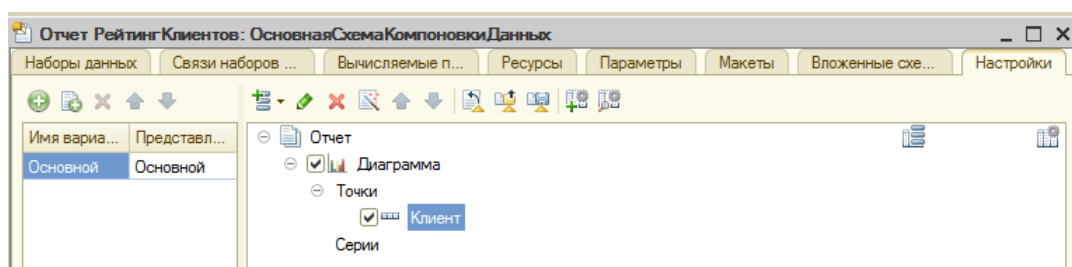

Рисунок 114 Работа с вкладкой **Настройки**
23. Выделите ветку **Точки** и добавьте в нее с помощью контекстного меню группировку по полю **Клиент** (рис. 114).